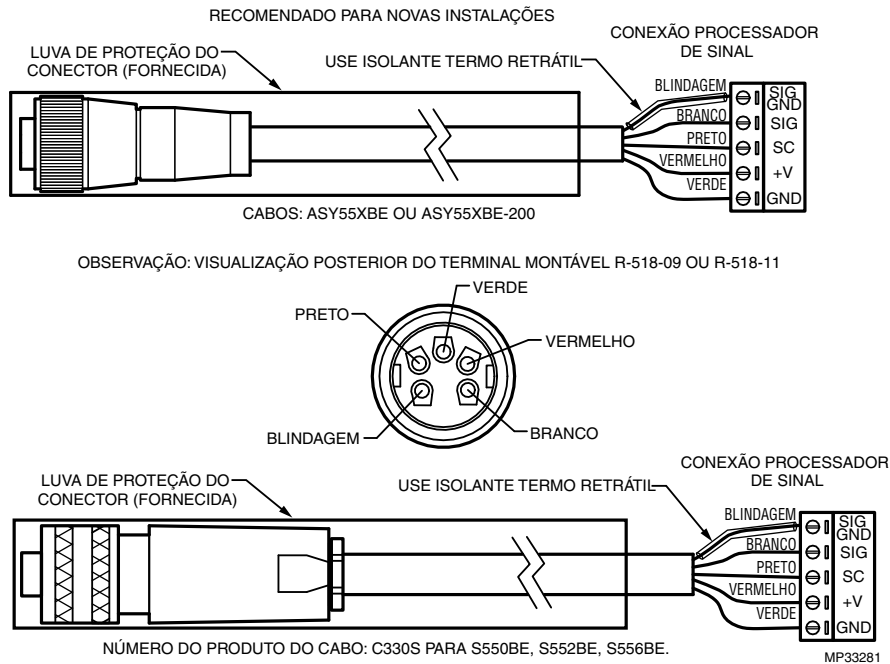

Fig. 2. Cabos & Conexões para os sensores de chama S550B, S552B e S556B.
Veja Fig. 2 para conexões S55xBE.
A ligação do cabo do tipo Honeywell às conexões de cabo montável é exibida nas Fig. 2, e deve ser feita da seguinte forma:
9. Ligue os fios ao conector da seguinte forma: (Consulte as Fig. 2 para localização dos terminais).
O cabo na extremidade do processador de sinal deve ser preparado de maneira semelhante à extremidade do conector. Siga as montagens dos cabos, como mostrado nas Fig. 2.